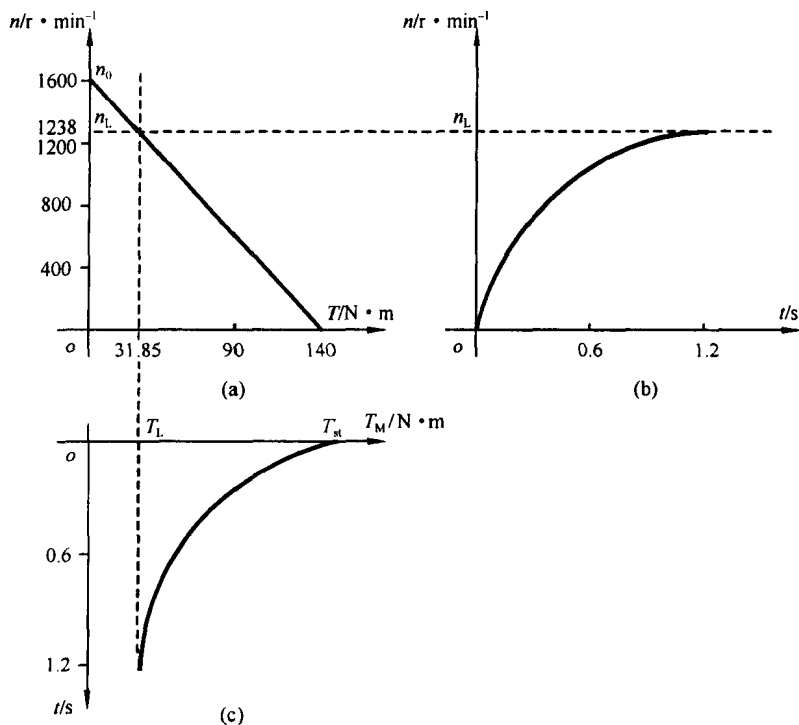

图 4.1 例 4-1 图
(6) 根据机械特性上的两点 ( $n_0 = 1600 \text{ r/min}$ 、 $T_M = 0$ ) 和 ( $n = 0$ 、 $T_{\text{st}} = 140 \text{ N} \cdot \text{m}$ ) 数据, 即可绘出电动机的静态机械特性  $n = f(T)$ , 如图 4.1(a) 所示。
过渡过程曲线  $n = f(t)$  如图 4.1(b) 所示。
过渡过程曲线  $T_M = f(t)$  如图 4.1(c) 所示。